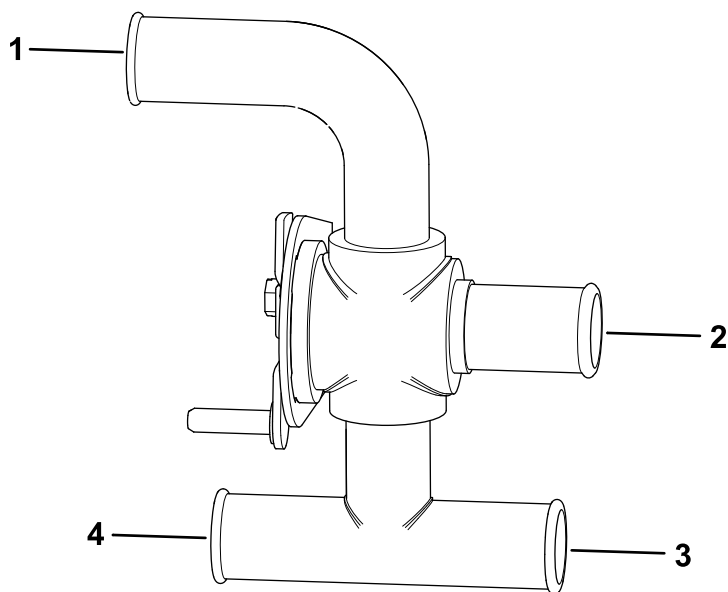
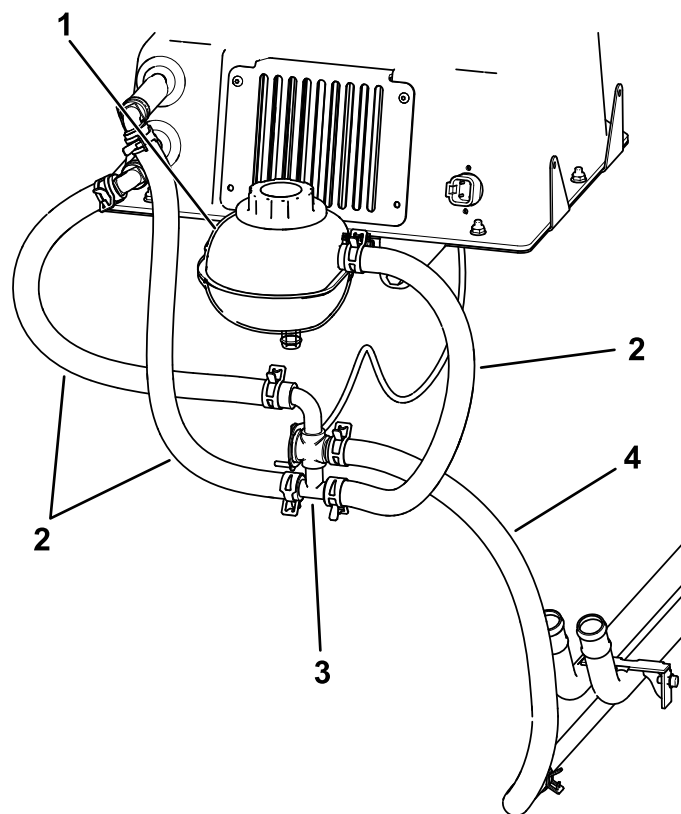

Figura 21
Figura 22
2. Ligue os 2 tubos do líquido de arrefecimento que foram instalados anteriormente na caixa do aquecedor às respetivas entradas da válvula da água com 2 braçadeiras de banda (Figura 21).
Nota: Se tiver instalado um arado de neve BOSS na máquina, encaminhe o tubo inferior do núcleo do aquecedor (Figura 21) à volta do solenóide do arado.
3. Ligue o tubo de derivação do termóstato encurtado previamente à válvula de água com uma braçadeira de banda (Figura 21 e Figura 22).
4. Ligue o tubo restante à válvula de água com uma braçadeira de banda, depois ligue a outra extremidade do tubo à entrada grande do reservatório superior com uma braçadeira de banda (**Figura 21** e **Figura 22**).